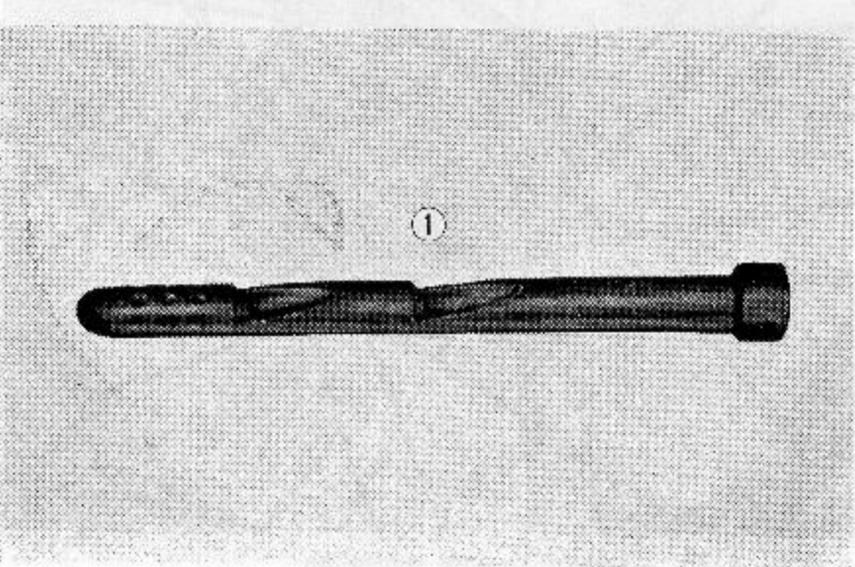

Abb. 6.29 Flötenrohr säubern
- b. Flötenrohr leicht klopfen, um die Kohleablagerungen zu entfernen, und anschließend in Benzin auswaschen. (Abb. 6.29)